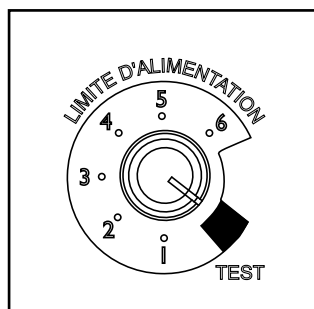

Figure 4.2
3. Pour votre premier feu, il peut être nécessaire de purger le système à vis sans fin en mettant le bouton de réglage de l'alimentation sur «Test» avant de démarrer la chaudière. Figure 4.2. Ceci assure qu'une quantité suffisante de combustible pénètre dans le pot de combustion pour un allumage correct.